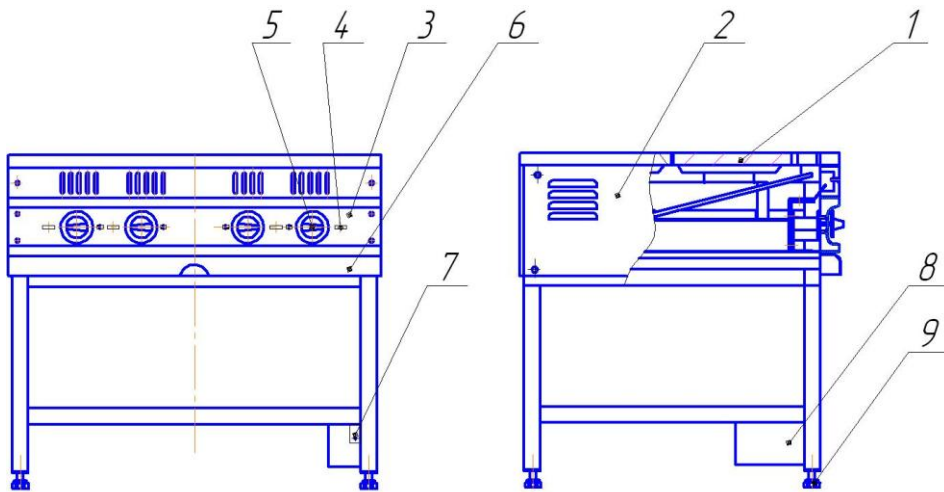

Рисунок 1 – Общий вид
4.1 Общий вид плиты приведен на рис. 1.
6.4 Установить плиту на полу и произвести выравнивание ее положения с помощью регулируемых опор 7 (смотри рис.1).